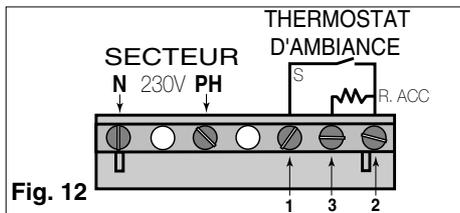

Fig. 12
Raccorder sur le connecteur, l'alimentation 230 V. du secteur (voir schéma fig. 12), le fil de phase en PH, le neutre en N.
- raccorder le thermostat d'ambiance selon le schéma (fig. 12) :